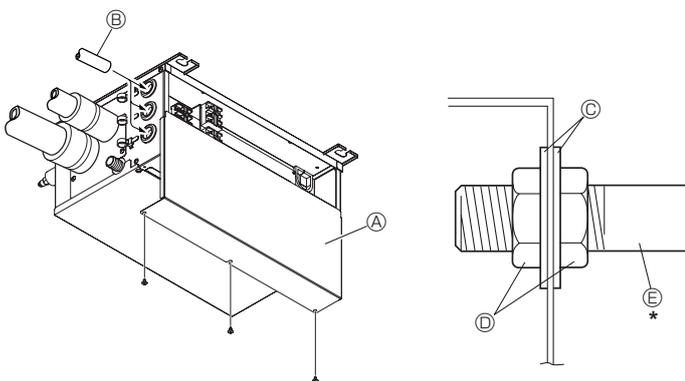

Fig. 9-4
9.1. Ved brug af ledningsrør (Fig. 9-4)